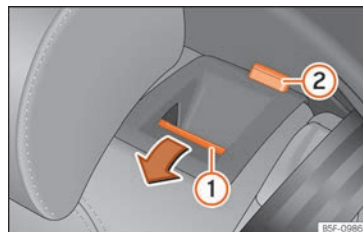

Abb. 113 Rücksitz: Rückenlehne vorklappen.
- Ziehen Sie die Entriegelungstaste »» **Abb. 113** ① nach vorn und klappen Sie gleichzeitig die Lehne vor. Die Rücksitzlehne ist entriegelt, wenn die rote Markierung des Tasters ② sichtbar ist.